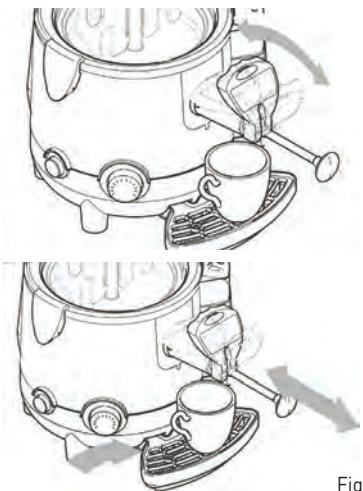

Fig. 1
- Dacă ciocolata caldă curge prea încet, se recomandă tragerea tijei în poziția maximă; orice blocăje ale conductei de distribuție pot fi eliminate împingând tija înainte și înapoi în timp ce mașina este susținută după cum se arată în Fig.1
**Atenție! Pericol de arsuri! Nu atingeți capucul vasului (1) și vasul (2) în timp ce aparatul funcționează, deoarece acestea sunt foarte fierbinți. Utilizați întotdeauna mânerul superior al capucului de vas (2) pentru a-l ridica.**